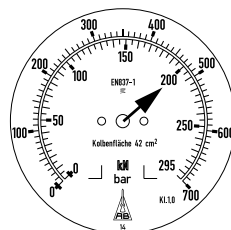

Fig. 16
5. Aprire la valvola (11b) della pompa in senso antiorario e osservare l'indicatore (Fig. 16) del manometro (10).
8. Ripetere la procedura fino a quando il manometro non indica il carico desiderato, previsto dal calcolo statico e dal piano di abbassamento. (Fig. 16)